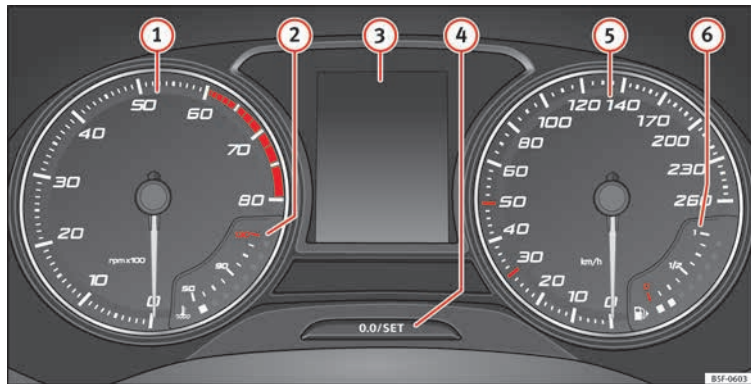

Abb. 110 Display des Kombi-Instruments in der Instrumententafel.
» Abb. 110:
Der Drehzahlmesser zeigt die Motordrehzahl pro Minute an » Abb. 110 ①.
Die Nadel des Drehzahlmessers ① » Abb. 110 darf den roten Bereich nur für einen kurzen Moment erreichen, andernfalls besteht die Gefahr eines Motorschadens.
Beim Einschalten der Zündung können im Display des Kombiinstrumentes » Abb. 110 ③ je nach Fahrzeugausstattung verschiedene Informationen angezeigt werden:
- Drücken Sie kurz die Taste » Abb. 110 ④, um den Tageskilometerzähler auf 0 zurück zu setzen. »
Die Kühlmitteltemperaturanzeige **❷** **» Abb. 110** arbeitet nur bei eingeschalteter Zündung. Um Motorschäden zu vermeiden, beachten Sie bitte die folgenden Hinweise zu den Temperaturbereichen.